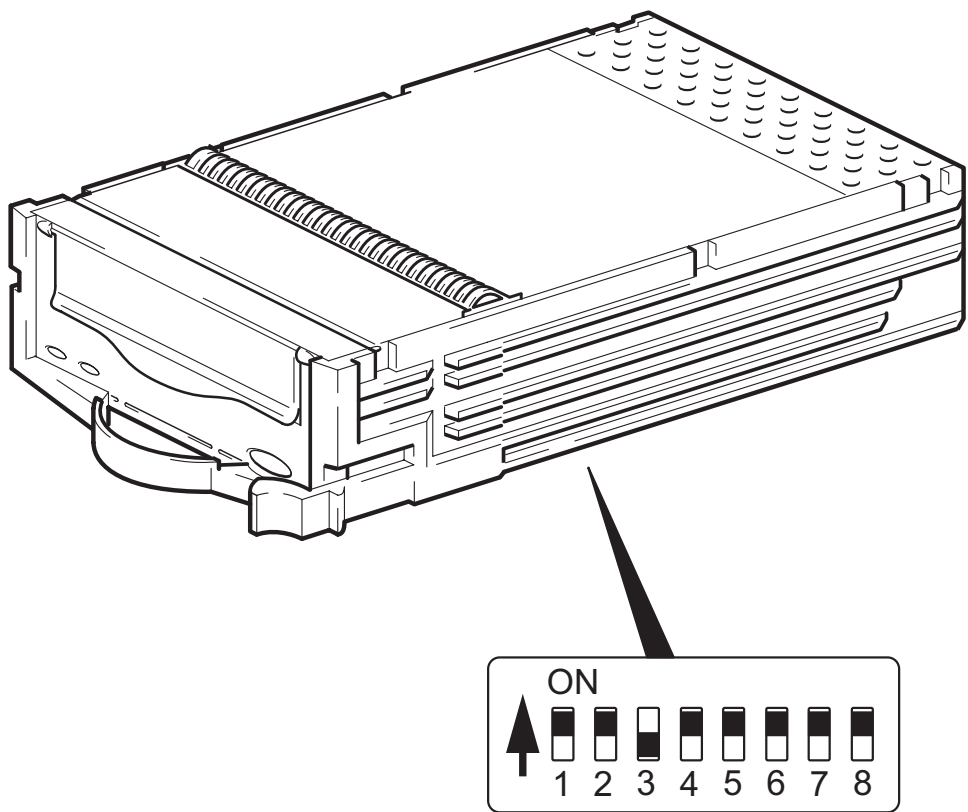

图 2: 检查 UNIX 配置开关
- 2 如果您的 UNIX 配置需要，请根据图 2 所示的缺省设置，更改位于磁带机底部的配置开关。